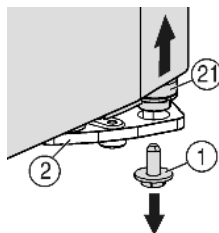
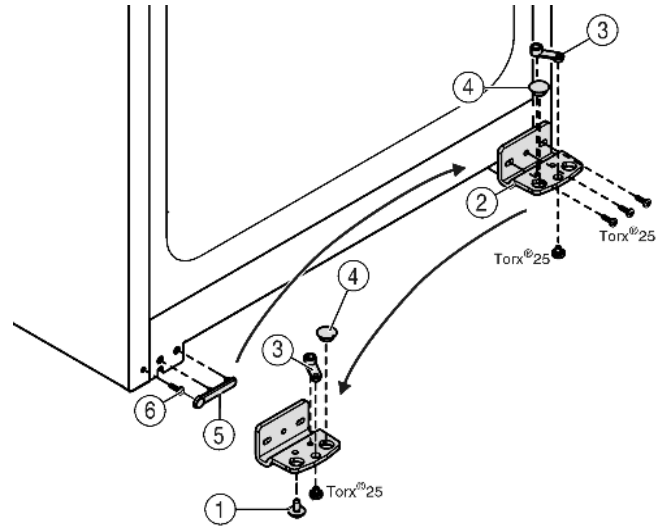

Fig. 4
Fig. 5
- ▶ Yatak mesnedinin sağ alt tarafındaki emniyet vidasını Fig. 4 (1) sökün.
- ▶ Yuva civatası Fig. 4 (21), yatak mesnedinden Fig. 5 (2) ayrılır.
- ▶ Yuva civatası Fig. 4 (21) ayrılmazsa, civatayı alttan basıp çıkartın.
- ▶ Yatak mesnedini Fig. 5 (2) sökün.
- ▶ Yatak parçasını Fig. 5 (3) sökün ve karşısındaki yatak mesnedinin giriş deliğine göre ayarlayıp tekrar sıkıca vidalayın.
- ▶ Tapayı Fig. 5 (4) yatak mesnedinden çıkartın ve karşısındaki yatak mesnedinin giriş deliğine göre ayarlayın.
- ▶ Kol tarafındaki kapağı Fig. 5 (5) dikkatli bir şekilde kaldırın.
- ▶ Vidayı Fig. 5 (6) sökün ve karşı tarafta tekrar yerleştirin.
- ▶ Kapağı Fig. 5 (5) tekrar yerleştirin.
- ▶ Yatak mesnedini Fig. 5 (2) gerekirse elektrikli bir tornavida yardımıyla yeni menteşe tarafına (4 Nm ile) tekrar sıkıca vidalayın.
- ▶ Emniyet vidasını Fig. 4 (1) alttan yuva civatasına takıp vidalayın ve (4 Nm ile) sıkın.